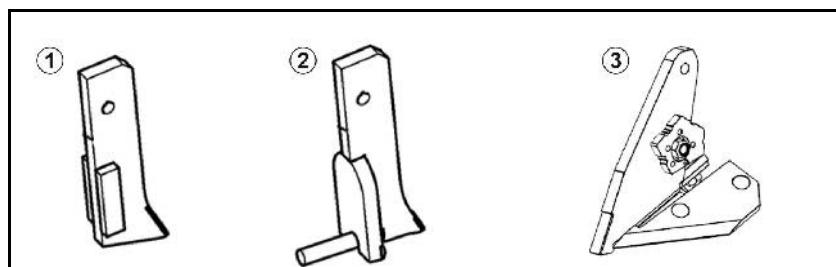

Fig. 40
- возможность вертикального отклонения благодаря складывающейся под действием пружины верхней тяге (Рис. 40/3).
- возможность горизонтального отклонения благодаря нижней тяге из пружинной стали (Рис. 40/4).